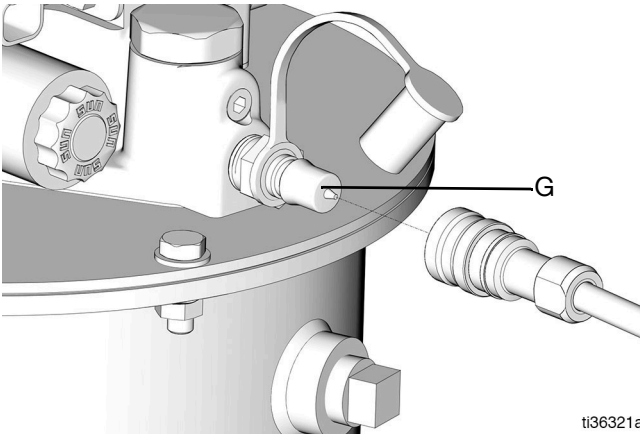

图 18
1. 将润滑剂供应软管 (JJ) 从远程加注站泵 (AA) 连接到加注端口(G) (图 18).